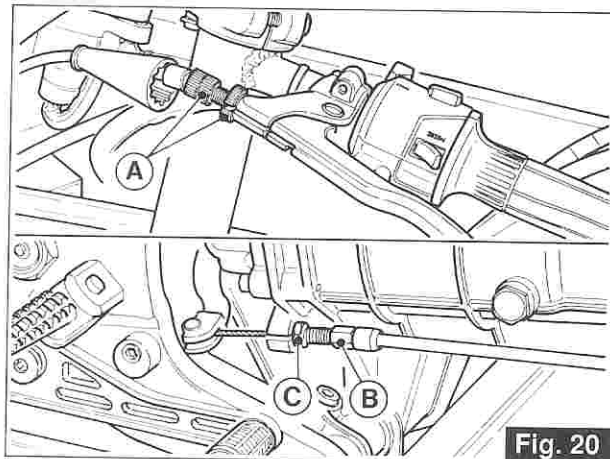

Fig. 20
5.1 REGOLAZIONE LEVA FRIZIONE (fig. 20)
5.1 ADJUSTING THE CLUTCH LEVER (fig. 20)